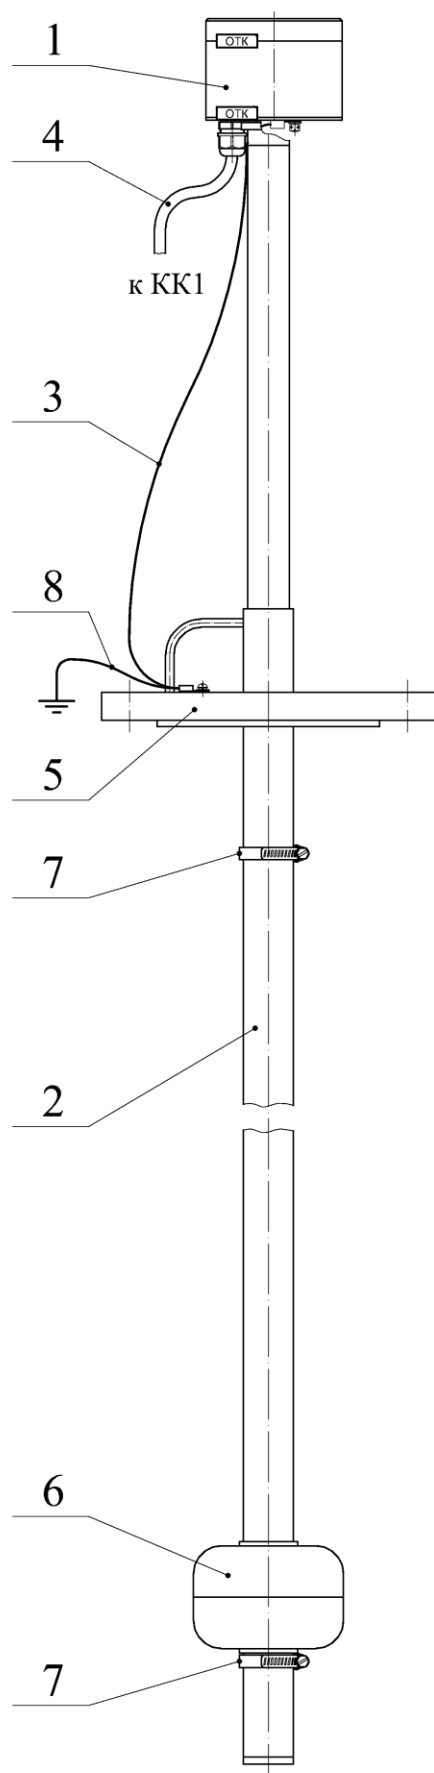
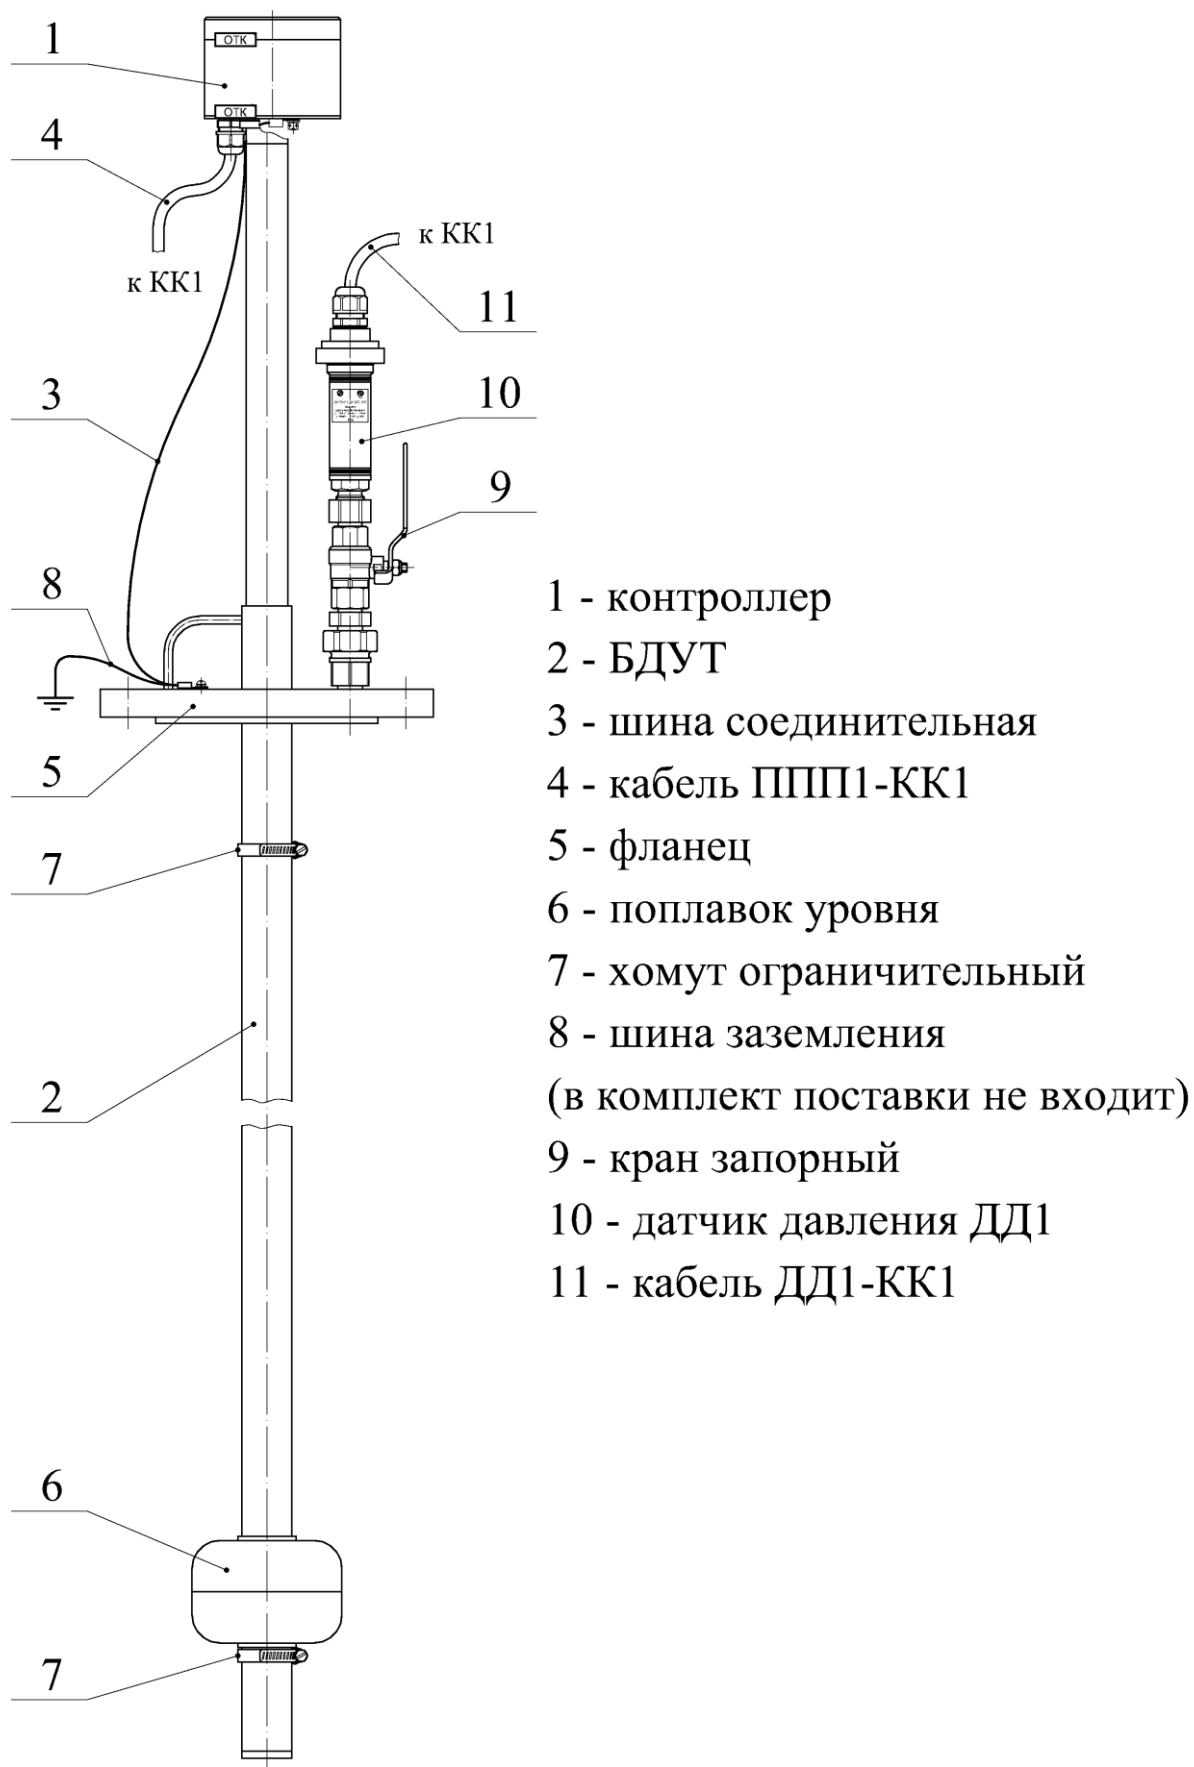

Рисунок 2.1 – ППП1 КШЮЕ.407533.003-08
Рисунок 2.2 – ППП1 КШЮЕ.407533.003-09
В настоящей инструкции приведён порядок монтажа и демонтажа ППП1 КШЮЕ.407533.103-08 (рисунок 2.1) и ППП1 КШЮЕ.407533.103-09 (рисунок 2.2) совместно с датчиком давления ДД1, который устанавливается на фланце ППП1.
Примечание – При транспортировании ППП1 КШЮЕ.407533.103-09 (рисунок 2.2) датчик давления ДД1 10 и кран запорный 9 на фланце 5 не устанавливаются и транспортируются в отдельной таре в состыкованном виде.
5.1 Снять защитный чехол с датчика давления ДД1 10 (рисунок 2.2).